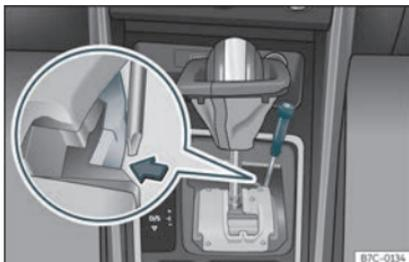

Fig. 145 Levier sélecteur : déverrouillage d'urgence de la position de parking.
- En utilisant le côté plat d'un tournevis, appuyez latéralement sur la languette jaune et maintenez » fig. 145 .